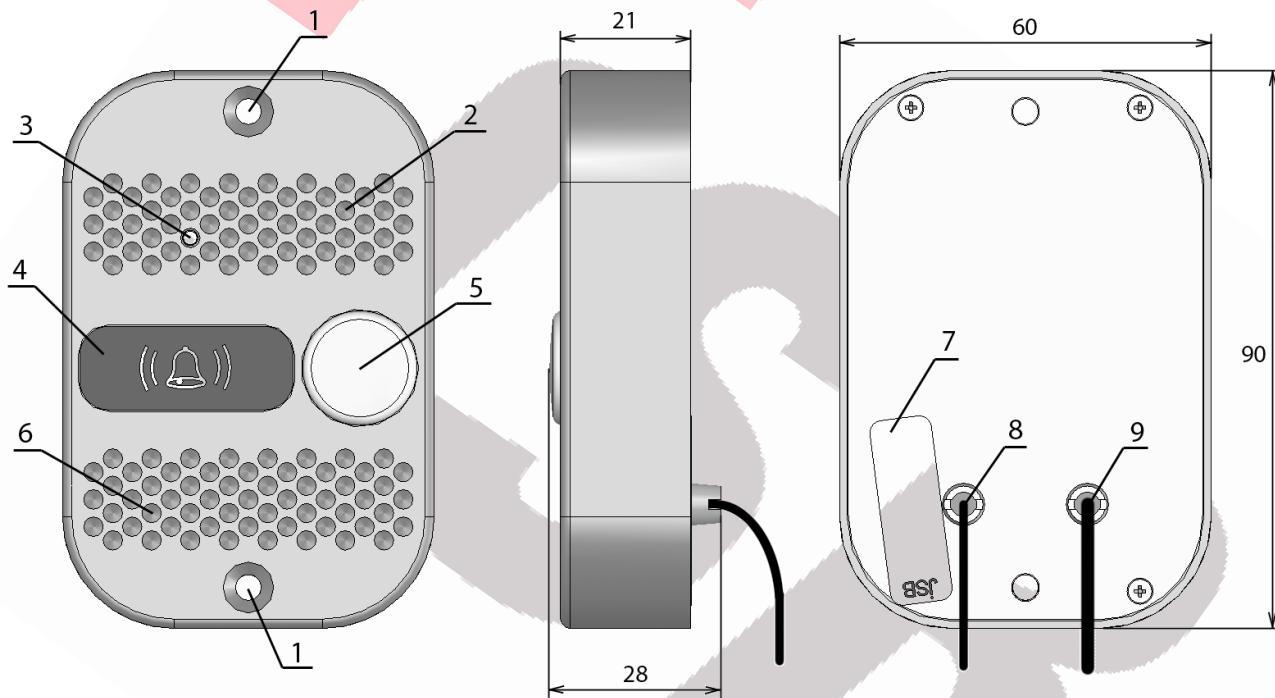

Рис. 1. Назначение основных узлов панели:
6) Нажмите кнопку открывания замка на мониторе. Вызывная панель должна показать открытие замка светодиодом за защитным фильтром ИК-подсветки (4 на рис. 1), замок должен открыться.